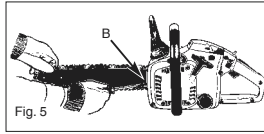

Fig. 5
1. Tenir le guide-chaîne à l'horizontale et serrer le vis (D) en tournant A DROITE pour augmenter la tension de la chaîne. Pour diminuer la tension, tourner le vis de réglage VERS LA GAUCHE. S'assurer que la chaîne est bien ajustée tout au long du guide-chaîne (Fig. 5).